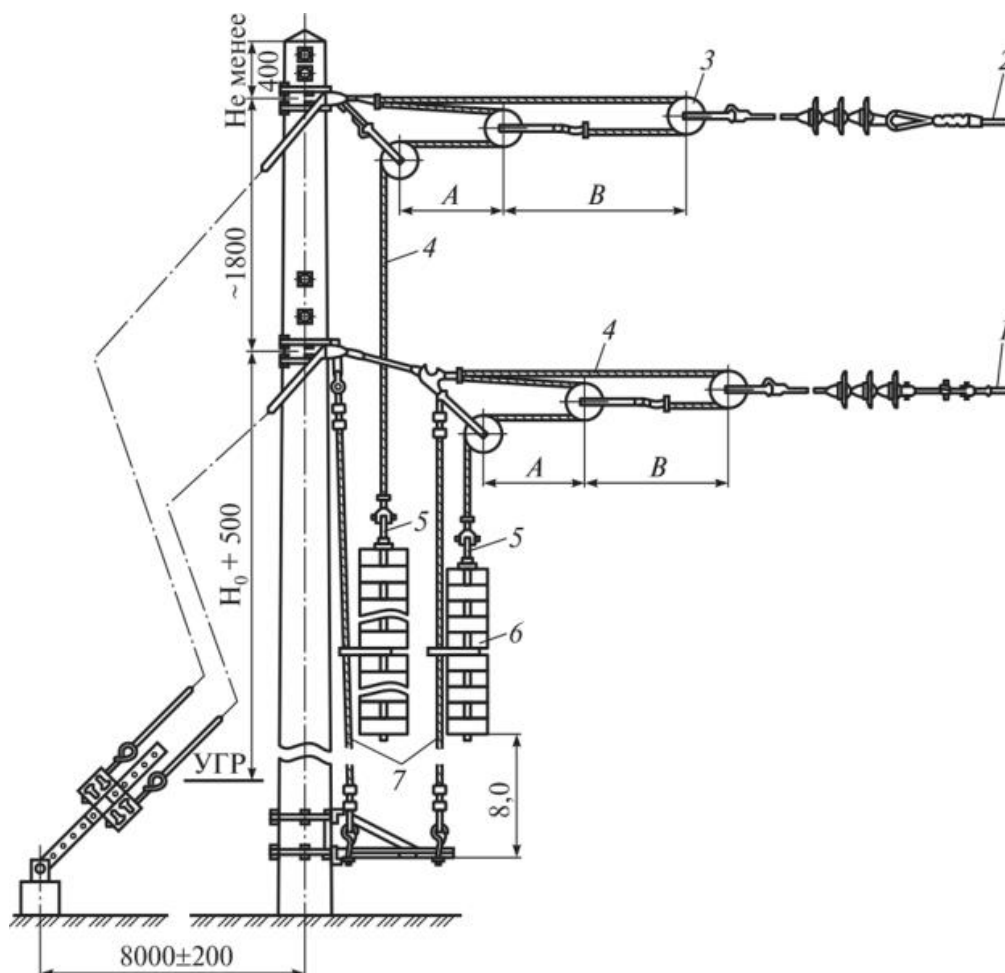

Рисунок 1. Трехблочные компенсаторы.
2. Начертить эскиз компенсирующего устройства (см. рисунок 1), определить и запомнить, из каких деталей и проводов состоит трехблочный грузокомпенсатор.